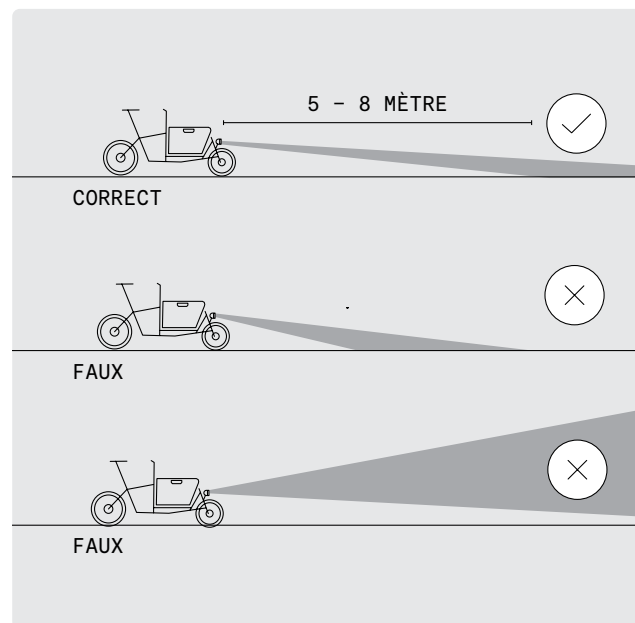

FIG. 51
→ Veillez à ne jamais orienter le feu de sorte qu'il éclaire vers le haut. (Fig. 51.)
- 2 Orientez le feu de sorte que le cône lumineux atteigne le sol à 5-8 m devant la roue avant (Fig. 51).